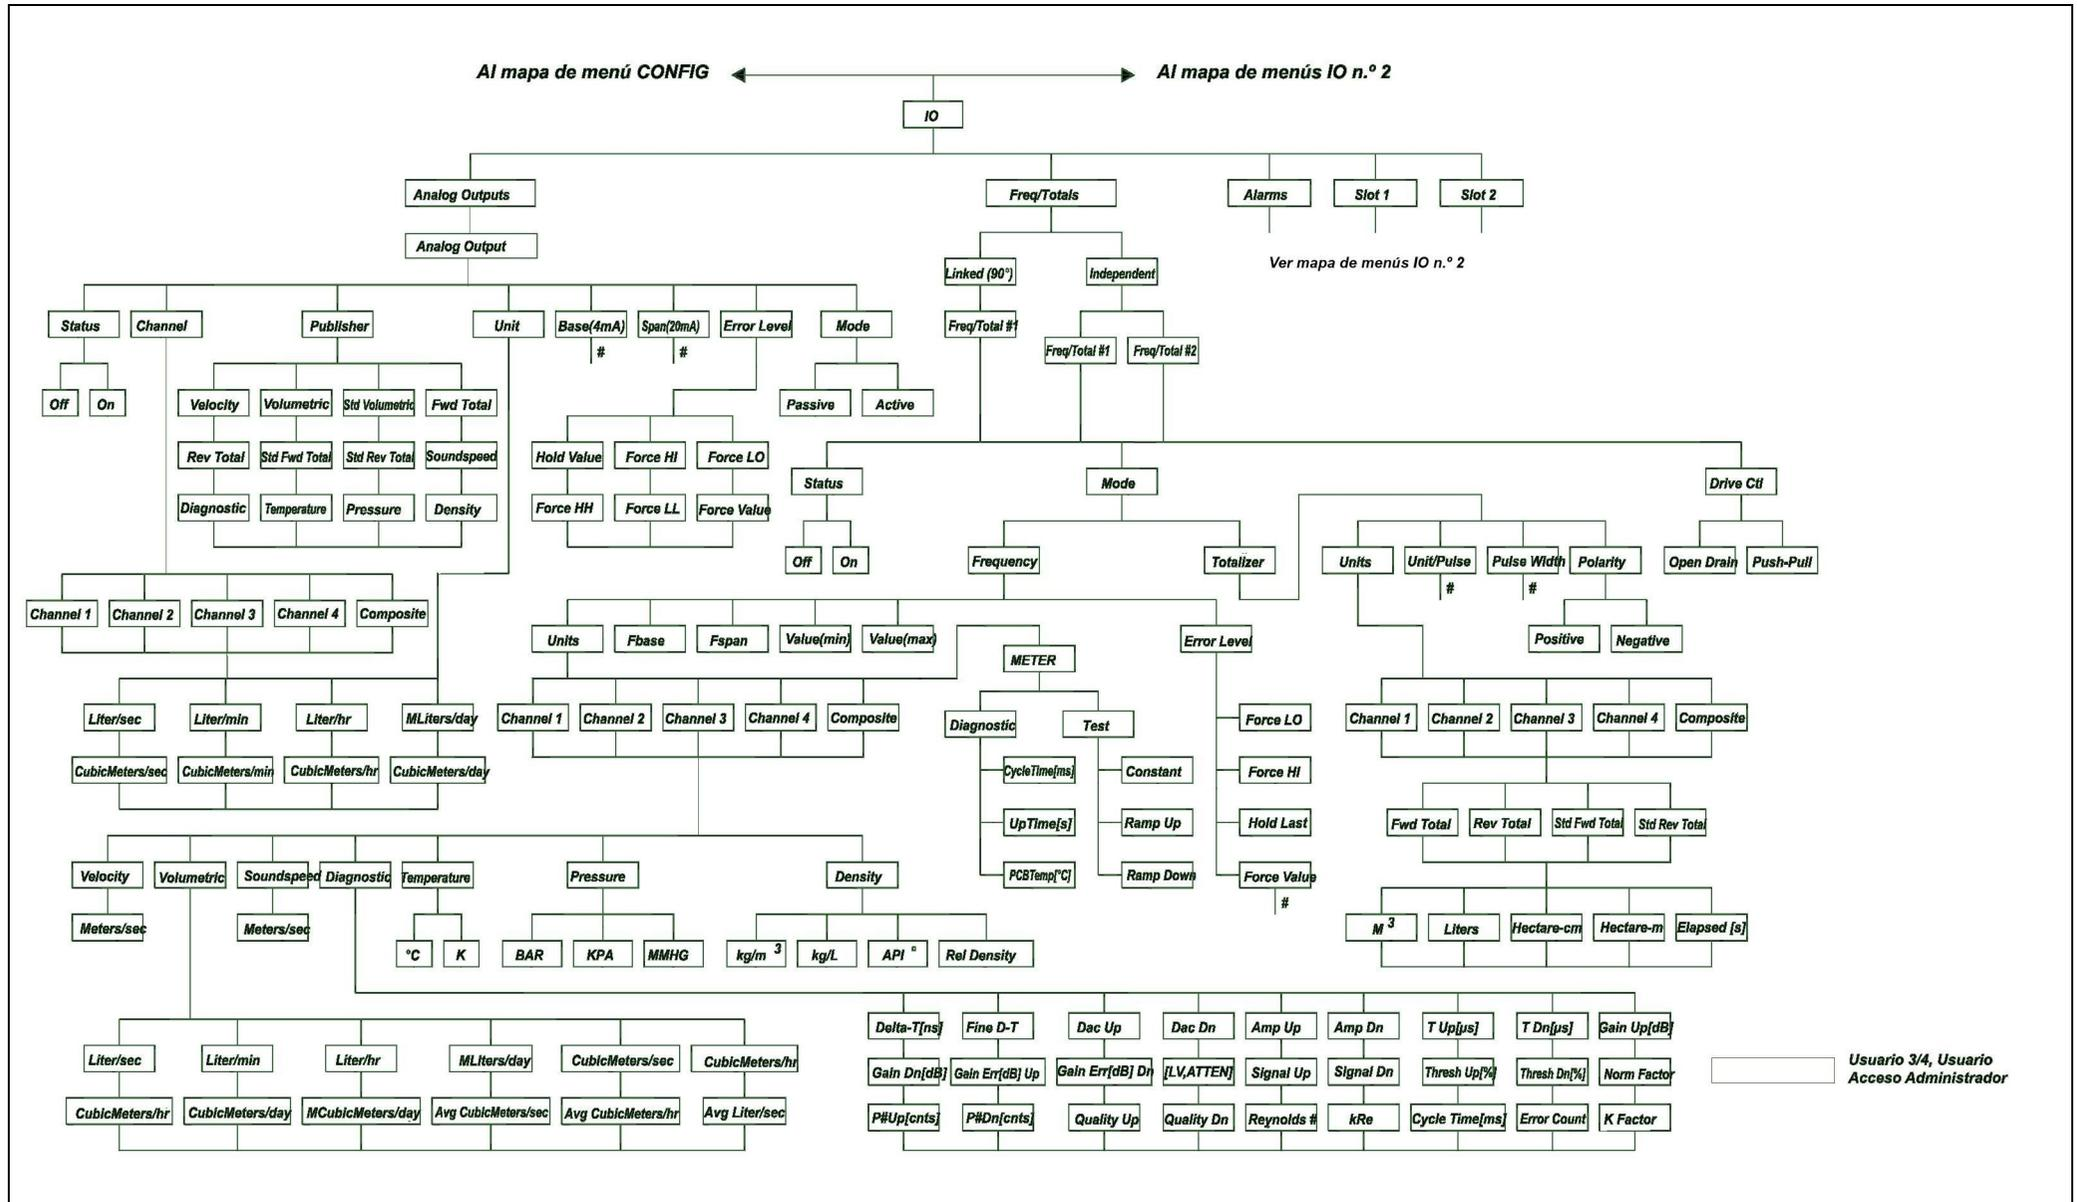

Figura 69: Mapa de menú IO—ANALOG OUTPUTS e IO—FREQ/TOTALS
- Figura 69, “Mapa de menú IO-ANALOG OUTPUTS e IO-FREQ/TOTALS,” en la página 131